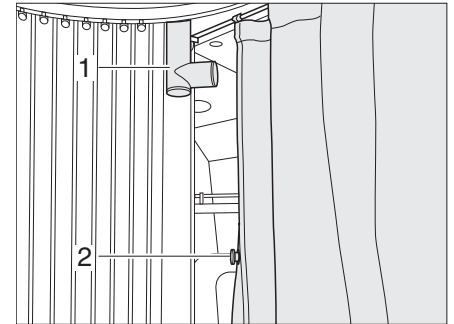

Fig. 131 Fissaggio della cortina della doccia
- Prelevare il diffusore della doccia ed agganciarlo nel supporto (Fig. 131,1).
- Chiudere la cortina della doccia verso la toilette con il magnete (Fig. 131,2) o con i bottoni automatici.